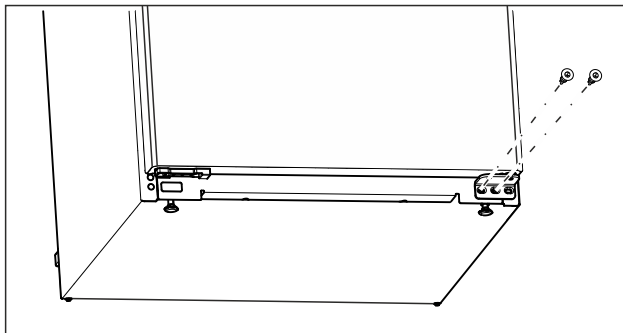

Fig. 10
- Выверните на нижнем опорном кронштейне центральный винт при помощи отвертки Torx 20. (см. Fig. 10)
- Выверните на нижнем опорном кронштейне внутренний винт при помощи отвертки Torx 20. (см. Fig. 10)